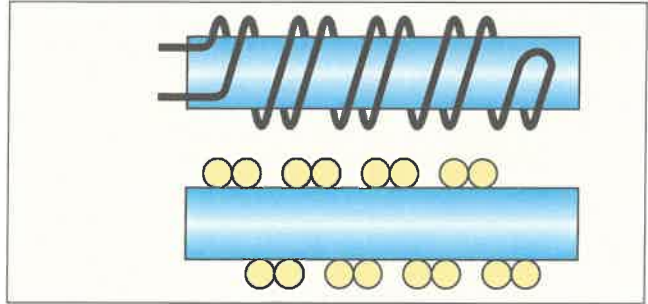

Bild 1: Bifilare Spule
8. Tragen Sie die Stromrichtung in die Schnittdarstellung der bifilaren Spule (**Bild 1**) ein und erklären Sie, warum solche Spulen magnetisch unwirksam sind.